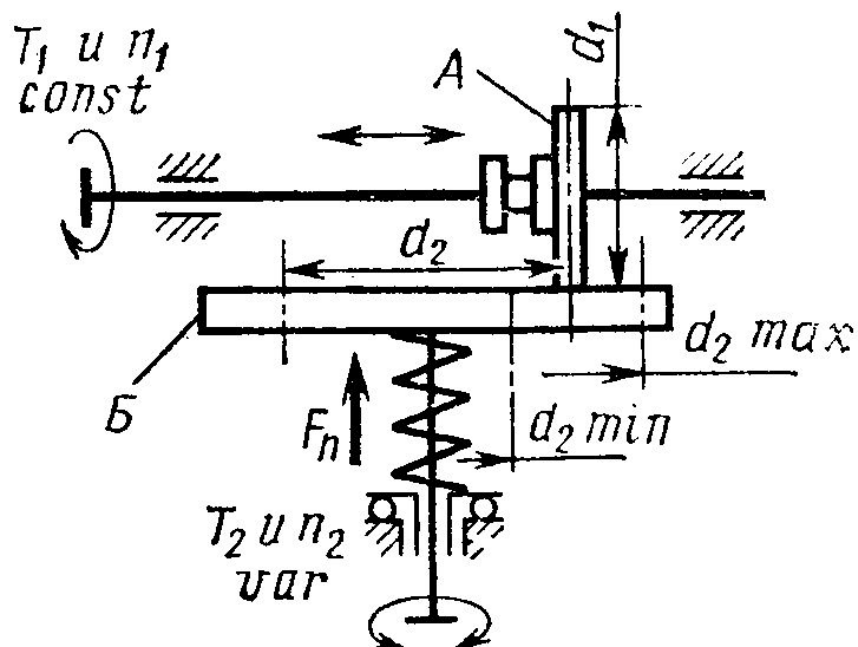

Рис. 2
- На рис. 2 показана схема простейшего вариатора (лобовой вариатор).